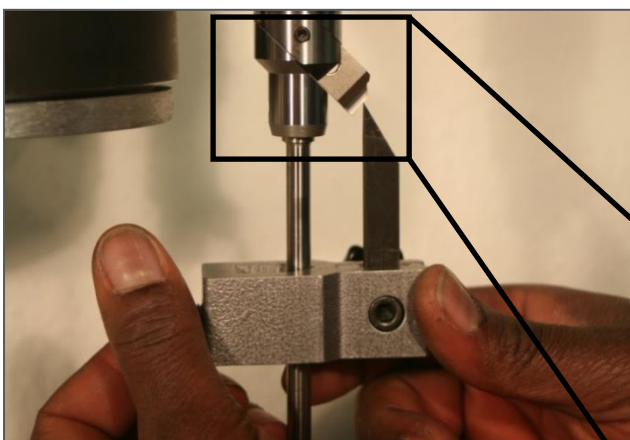

Fig. 15
11. Montieren Sie die Einstelllehre an den Führungsdorn und ziehen sie Rändelschraube leicht an. Justieren Sie den Formstahl so, dass die Spitze der Einstellzunge an die Ecke (Linie) des oberen Korrekturwinkels anliegt (Fig. 15). Ziehen Sie anschliessend den Formstahl an und entfernen Sie die Einstelllehre vom Führungsdorn.